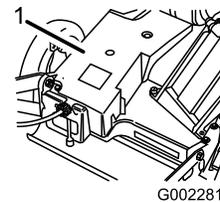

Figura 38
- Retire los pernos que fijan la cubierta de la correa (Figura 38) a la carcasa del cortacésped.